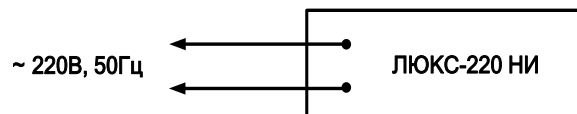

Рис. 1. Схема подключения.
3.2. Подключение изделия должно выполняться в соответствии со схемой (рис. 1.) при отключенном напряжении питания.